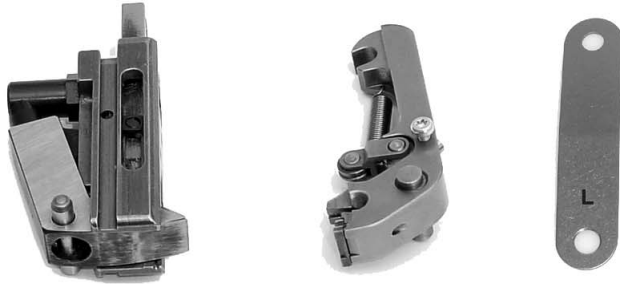
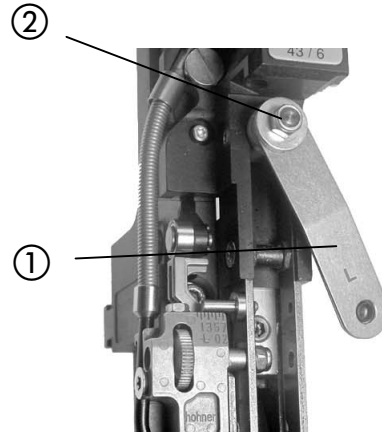
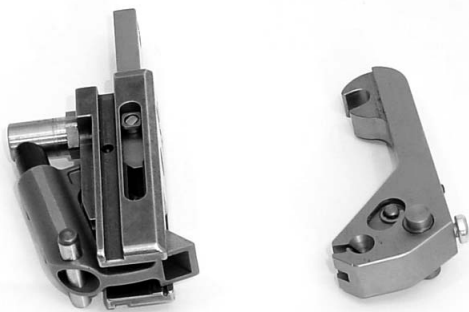

Fig. 22
Fig. 22a
Fig. 23
- Fig. 22, Fig. 22a and Fig. 23 -